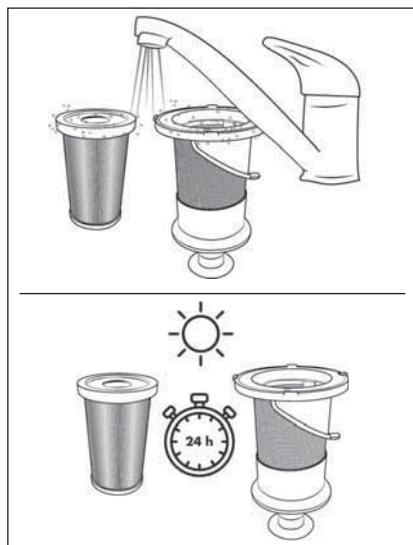

Fig. 25
- 5) Clătiți filtrul EPA **5** și filtrul din oțel inoxidabil **6** sub jet de apă rece sau caldă. Lăsați filtrul EPA **5** și filtrul din oțel inoxidabil **6** să se usuce complet în aer liber înainte de a le introduce din nou în rezervorul de colectare a murdăriei **7** (a se vedea fig. 25).